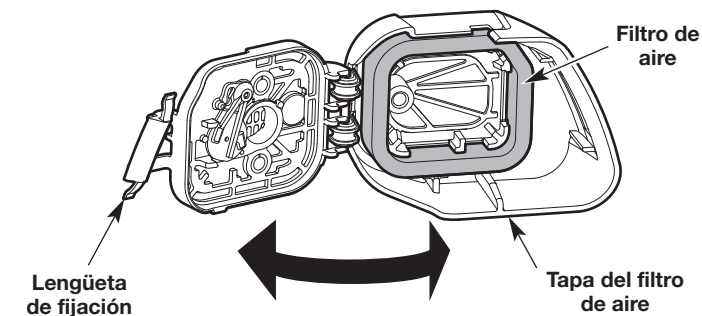

Fig. 20
1. Abra la cubierta del filtro de aire: oprima la lengüeta de fijación y gire la cubierta del filtro de aire hacia la derecha (Fig. 20).
2. Extraiga el filtro de aire del interior de la cubierta del filtro de aire (Fig. 20).
6. Reinstale el filtro de aire dentro de la cubierta del filtro de aire (Fig. 20).
7. Cierre la cubierta del filtro de aire: Gire la cubierta del filtro de aire hacia la izquierda y oprímala para cerrarla hasta que la lengüeta de fijación entra a presión en su lugar (Fig. 20).